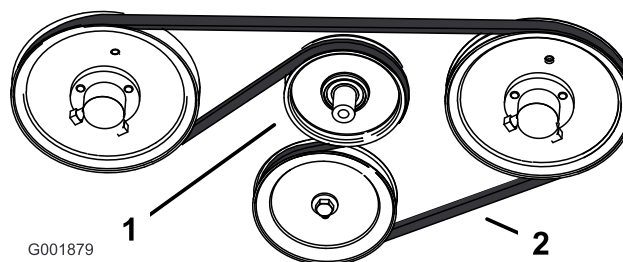

Figura 65
2. Tire hacia abajo de la polea tensora tensada con muelle, y retire la correa de tracción de las poleas del motor y de la bomba hidráulica (Figura 65). Retire la correa entre las poleas.
3. Instale la correa nueva alrededor de las poleas del motor y de la bomba hidráulica (Figura 65).
4. Tire hacia abajo de la polea tensora tensada con muelle y alinéela debajo de la correa de tracción. Libere la presión en la polea tensora tensada con muelle (Figura 65).